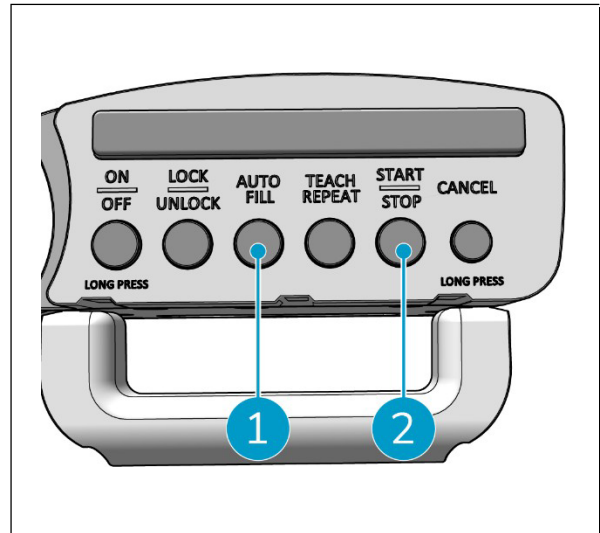

Figura 24
1. Pulse el botón de llenado automático (Figura 24, pos. 1). El botón Relleno automático estará en blanco.
2. Guíe el i-walk alrededor del límite de la zona que desea limpiar. Cuando llegue al punto de inicio, el botón Start/Stop (Figura 24, pos. 2) parpadeará en azul.